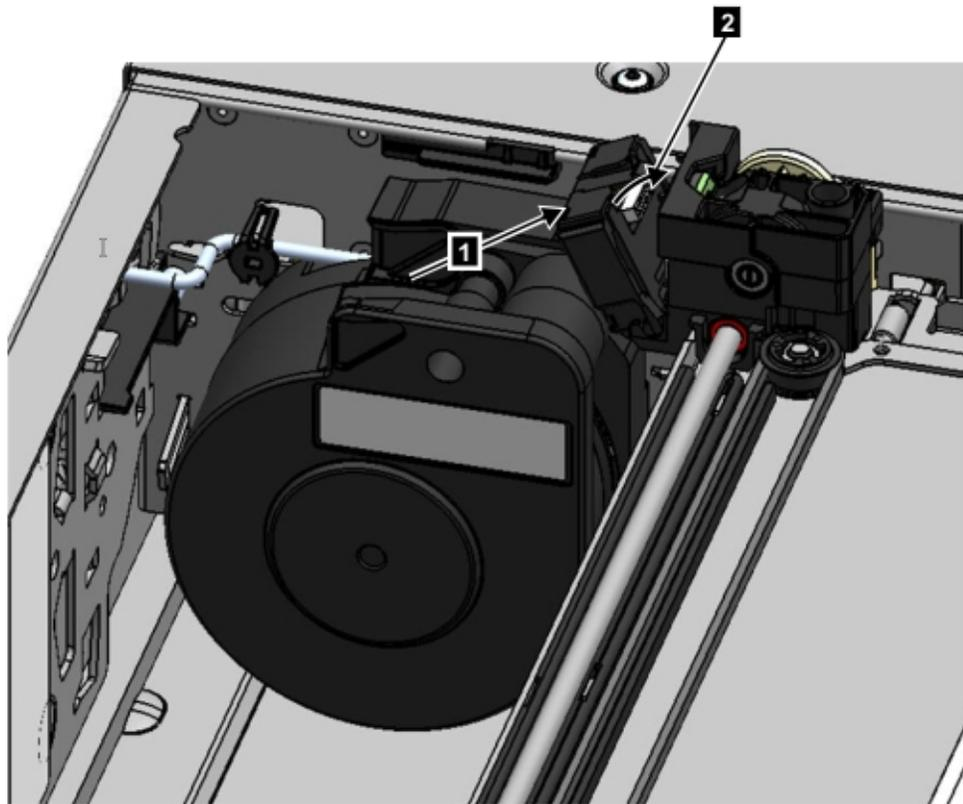

Figure 76. Installation du câble d'enroulement
5. Placez le câble d'enroulement dans les rainures à l'endroit où il se fixe au manipulateur et faites-le tourner jusqu'à ce qu'il s'enclenche. Voir Figure 76, à la page 159.